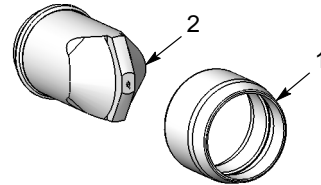

Abb. 18 Düse und Haltermutter
2. Siehe Abbildung 18. Die Düse (2) von der Haltermutter (1) abschrauben.